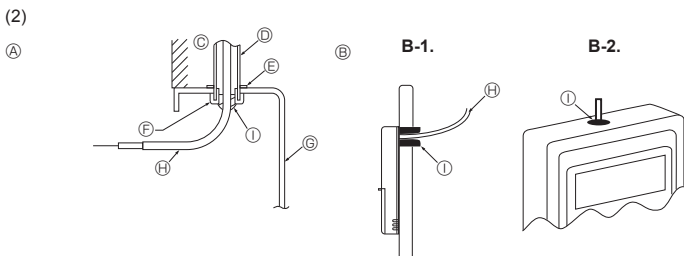

Fig. 6-3
(2) Καλύψτε την είσοδο του καλωδίου στο τηλεχειριστήριο με στόκο ή μαστίχη για να αποφύγετε την ενδεχόμενη είσοδο σταγόνων, νερού, καταρτίδων ή σκουλικιών. (Fig. 6-3)